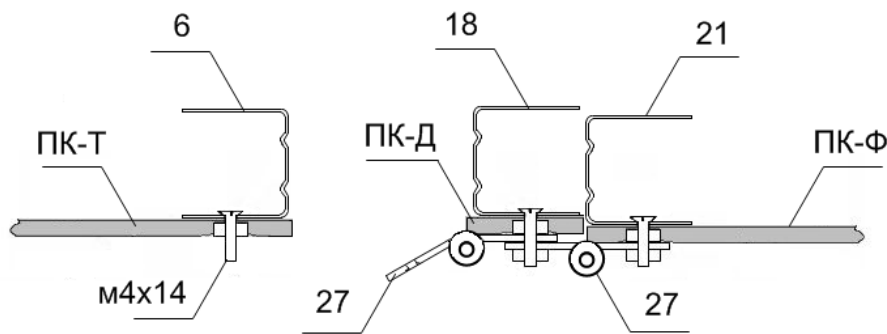

Рис. 17
4.2. В местах крепления петель на стойке дверного проёма № 6 в поликарбонате сделайте отверстия. С внутренней стороны профиля установите винты м4х14 и затяните гайками со стороны покрытия торца, чтобы гайка утонула в поликарбонате (см. рис. 17).
4.5. Отсоедините дверь от торца и произведите крепление покрытия к двери. Закрепите винты м4х14 для крепления петель (см. рис. 17).
4.7. Закрепите винты м4х14 для крепления петель. На выступающих винтах м4х14 закрепите петли (см. рис. 17), установите форточку в дверь, а дверь в дверной проём на торце.